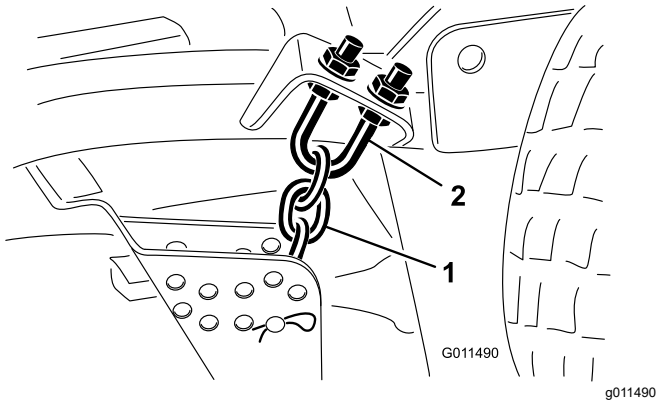

Bild 120
1. Lockern Sie die Klemmmuttern an der Ober- oder Unterseite des U-Bügels an der Schnitthöhenkette (Bild 120).